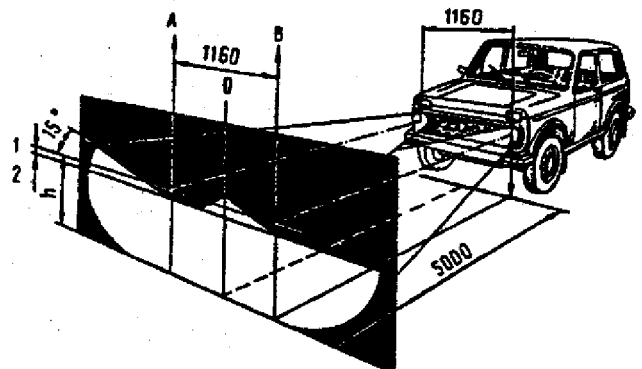

Fig. 7-25. Esquema para ajuste dos faróis
3. Traçar na superfície vertical, três linhas verticais 0, A e B, correspondentes aos centros dos faróis (fig. 7-25). Estas linhas deverão ser simétricas à linha de centro axial do veículo (coincidente com a linha 0).
4. Acionar os faróis baixos. Ajustar primeiramente o farol direito, tampando o esquerdo com uma cartolina preta e, a seguir, o farol esquerdo, tampando o direito; o ajuste deverá ser efetuado através dos parafusos 1 e 2 (fig. 7-24), de modo que o limite superior das manchas luminosas coincidam com a linha 2 (fig. 7-25), e os pontos de intersecção das tramas horizontais e inclinadas das manchas luminosas, com as linhas A e B.